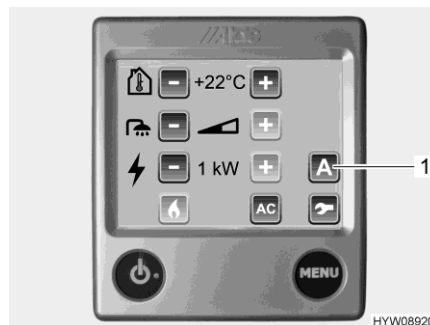

Bild 177 Inställningsmeny (extra fläkt)
Den extra fläkten styrs med kontrollenheten (Bild 177) av varmvatten-värmsystemet.
- Tryck på knappen "A" (Bild 177,1). Funktionerna visas.